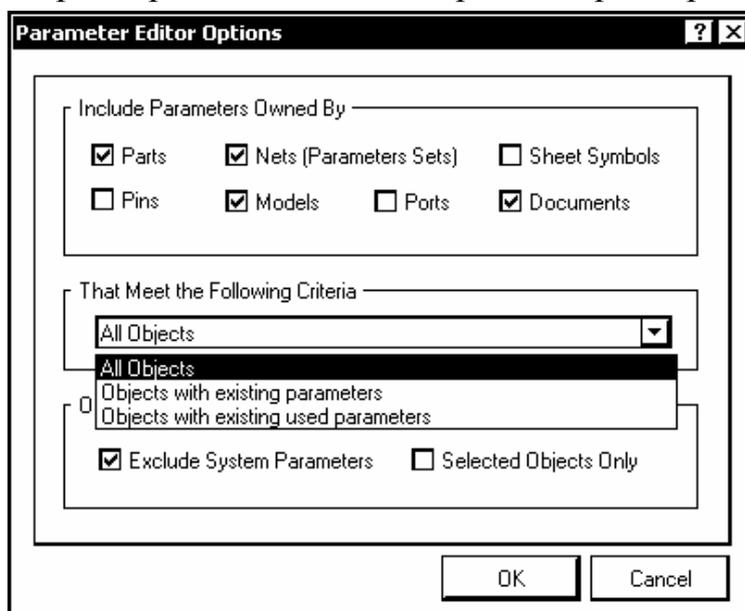

Рис. 5.13
1. Для выполнения этой работы активизировать команду главного меню схемного редактора Tools>>Parameter Manager. Открывается диалоговое окно Parameter Editor Options (рис. 5.13), предоставляющее возможность выбора объектов, для которых предполагается настройка параметров.